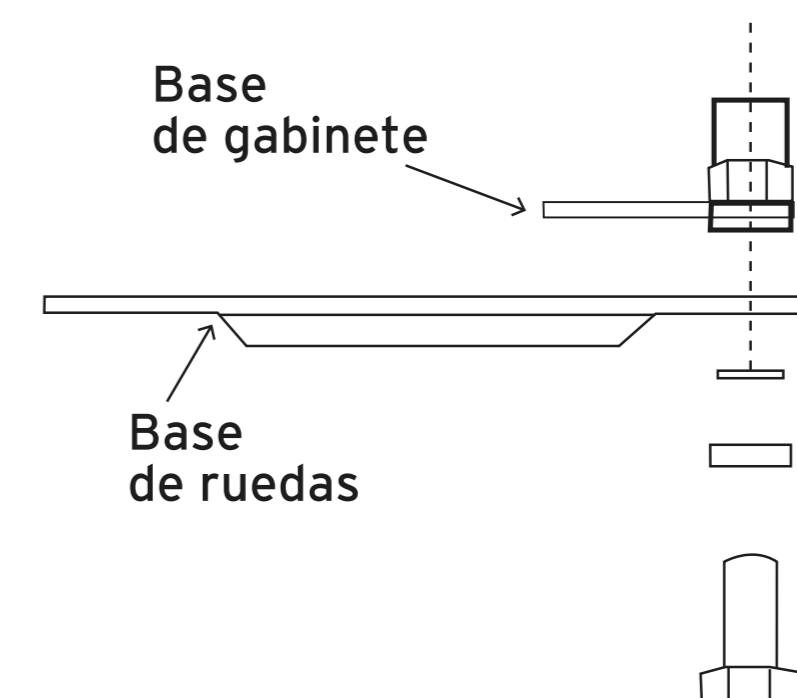

FIG. 5
3.- Coloque las ruedas fijas en el lado que haya elegido y fíjelas con los tornillos, arandelas planas y las arandelas de seguridad que vienen incluidas. (Fig. 5)
4.- En el lado opuesto del que haya colocado las ruedas fijas ahora coloque las ruedas giratorias y fíjelas con los tornillos, arandelas planas y las arandelas de seguridad que vienen incluidas. (Fig. 5)